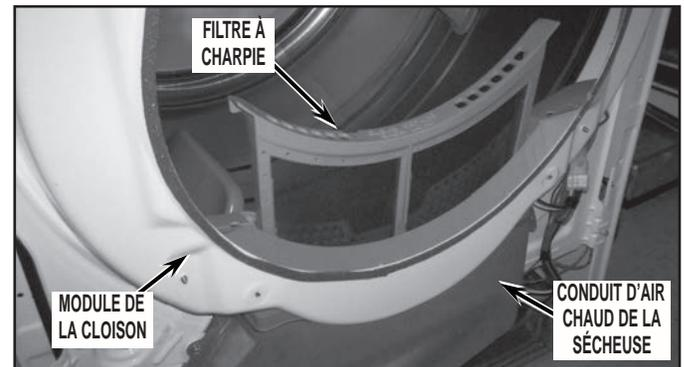

FIGURE 11
14. Retirer le tamis à charpie du conduit d'air chaud. Voir *Figure 11*.